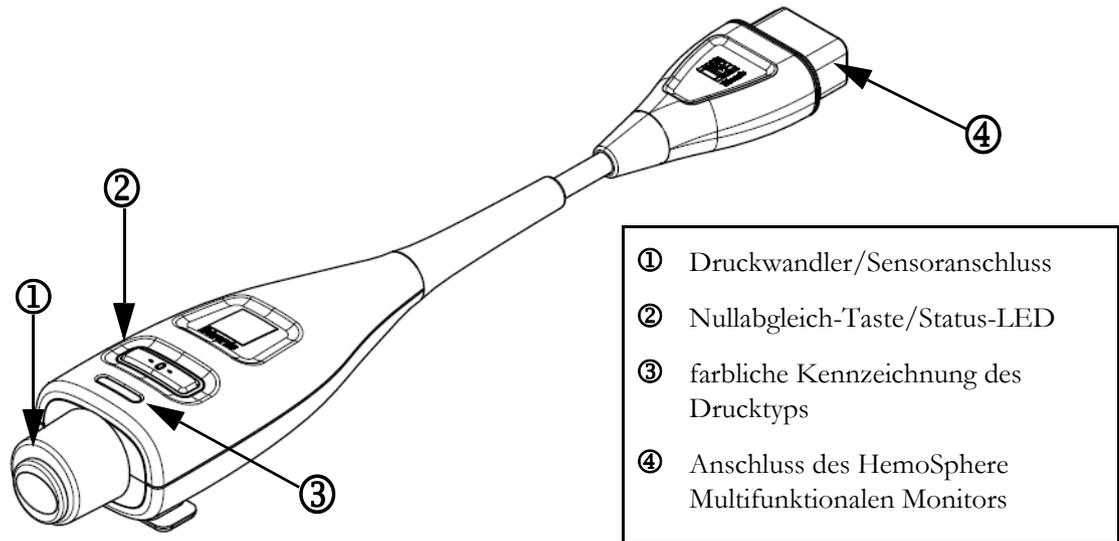

Abbildung 10-1 HemoSphere Druckmesskabel
Das HemoSphere Druckmesskabel ist ein wiederverwendbares Produkt, das zur Verbindung des HemoSphere Monitors an einem Ende ④ mit einem zugelassenen einzelnen Einwegdruckwandler (DPT) oder Sensor von Edwards am anderen Ende ① dient. Siehe Abbildung 10-1 auf Seite 146. Das HemoSphere Druckmesskabel erfasst und verarbeitet ein einzelnes Drucksignal von einem kompatiblen DPT wie dem TruWave DPT oder einem FloTrac Sensor. Ein FloTrac- oder FloTrac IQ/Acumen IQ-Sensor wird an einen vorhandenen arteriellen Zugang angeschlossen, um die minimalinvasive Messung der hämodynamischen Parameter zu ermöglichen. Ein TruWave-Druckwandler kann an alle kompatiblen Drucküberwachungskatheter für die positionsbasierte Messung des intravaskulären Drucks angeschlossen werden. Spezifische Anweisungen zur Platzierung und Verwendung des Katheters sowie die entsprechenden Warnungen, Vorsichtshinweise und Hinweise entnehmen Sie bitte der Gebrauchsanweisung des verwendeten Katheters. Das HemoSphere Druckmesskabel kann, je nachdem, ob ein Sensorpaar oder ein Druckwandler genutzt wird, in zwei Überwachungsmodi überwacht werden: im **FloTrac-** oder **FloTrac IQ/Acumen IQ-Sensor-Überwachungsmodus** oder im **Swan-Ganz-Katheter-Überwachungsmodus**. Der jeweilige Überwachungsmodus wird in der Informationsleiste angezeigt (siehe Abbildung 5-19 auf Seite 92). Aussehen und Anschlusspunkte für das HemoSphere Druckmesskabel sind dargestellt in Abbildung 10-1.
Farbe des Drucktyps. Die passende farbliche Kennzeichnung auf dem Druckmesskabel kann zur Anzeige des überwachten Drucktyps verwendet werden. Siehe ③ in Abbildung 10-1 unten. Die farblichen Kennzeichnungen sind wie folgt:
- Rot für den arteriellen Druck (AP)
- Grün für Herzzeitvolumen (CO)
- 7 Führen Sie eine gerade einwärts bzw. auswärts gerichtete Bewegung aus, um den grünen Anschluss des gespülten FloTrac-Sensors anzuschließen. Die LED-Anzeige am Druckmesskabel, die um die Nullabgleich-Taste herum verläuft (siehe ② in Abbildung 10-1), blinkt grün, wenn der Drucksensor erkannt wurde. Eine gelbe Leuchte zeigt einen Fehlerzustand an. Beachten Sie in diesem Fall die Statusleiste, auf der Einzelheiten des Fehlerzustands angezeigt werden.
Drücken Sie die physische Nullabgleich-Taste  direkt auf dem Druckmesskabel (siehe Abbildung 10-1).
- 7 Führen Sie eine gerade einwärts bzw. auswärts gerichtete Bewegung aus, um TruWave DPT an das HemoSphere Druckmesskabel anzuschließen. Die LED-Anzeige am Druckmesskabel, die um die Nullabgleich-Taste herum verläuft (siehe ② in Abbildung 10-1), blinkt grün, wenn der DPT erkannt wurde. Eine gelbe Leuchte zeigt einen Fehlerzustand an. Beachten Sie in diesem Fall die Statusleiste, auf der Einzelheiten des Fehlerzustands angezeigt werden.